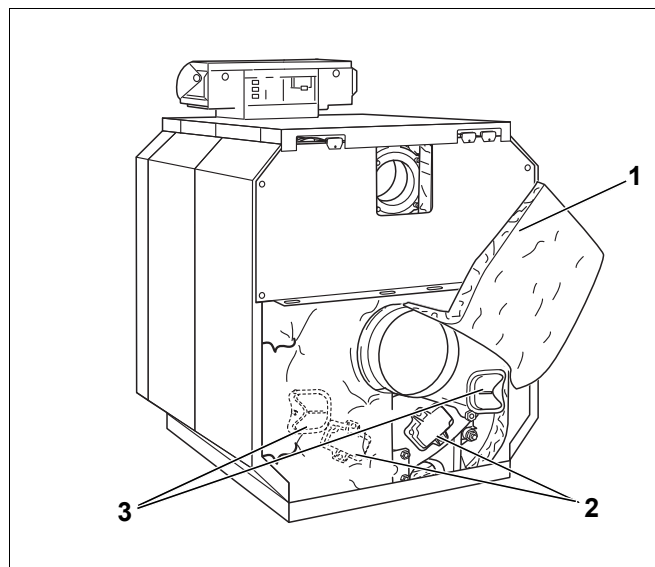

Рис. 75 Демонтаж крышек люков для чистки
- ▶ Снимите пружинную стяжку под патрубком дымовых газов, загните теплоизоляцию вверх и закрепите пружинной стяжкой (рис. 75, [1]).
- ▶ Снимите крышки люков для чистки с задней секции (рис. 75, [2]) и с коллектора дымовых газов (рис. 75, [3]).